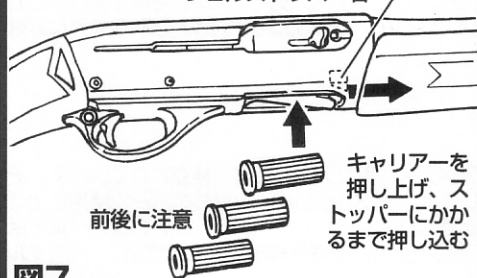

図7
②銃内へショットシェル → 図7・8参照
1. 図7を参考に銃のシェル入口を下にして、シェルの前後に注意し、キャリアーをまず押し上げ、そして、まっすぐマガジンチューブ内へ押し込みます。角度が付くと入れにくい場合があります。この時シェルがシェルストッパー右(チューブ後ろの片側の突起→図19参照)にかかり、「カチッ」と音がするまで確実に押し込んでください。キャリアーに指等をはさまないようにご注意ください。